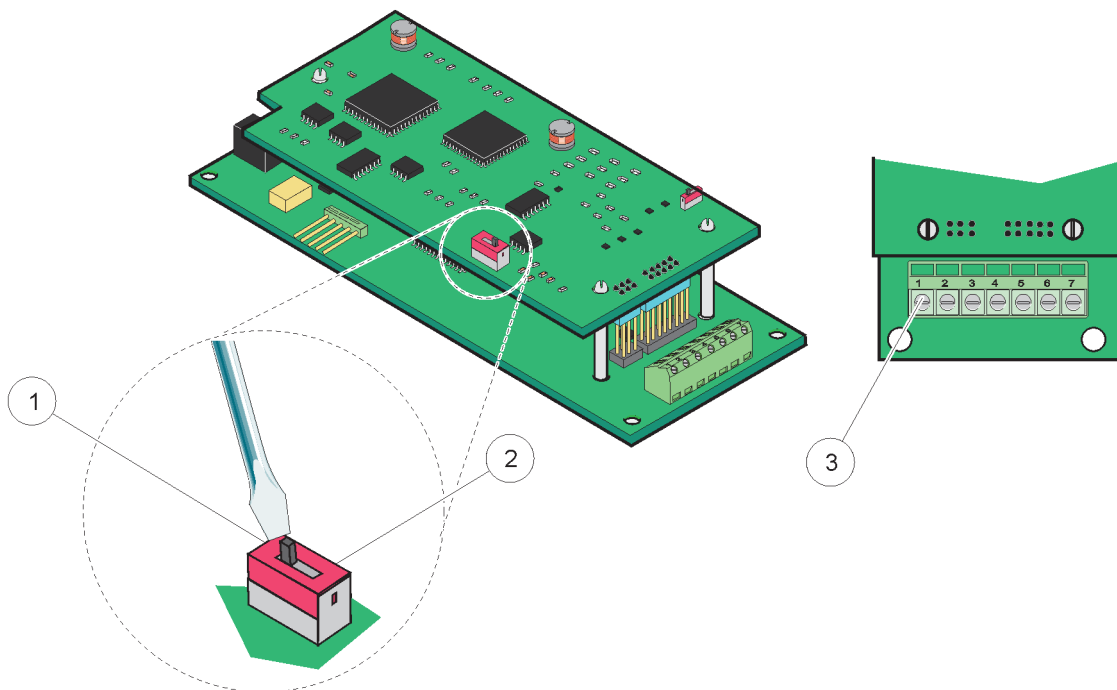
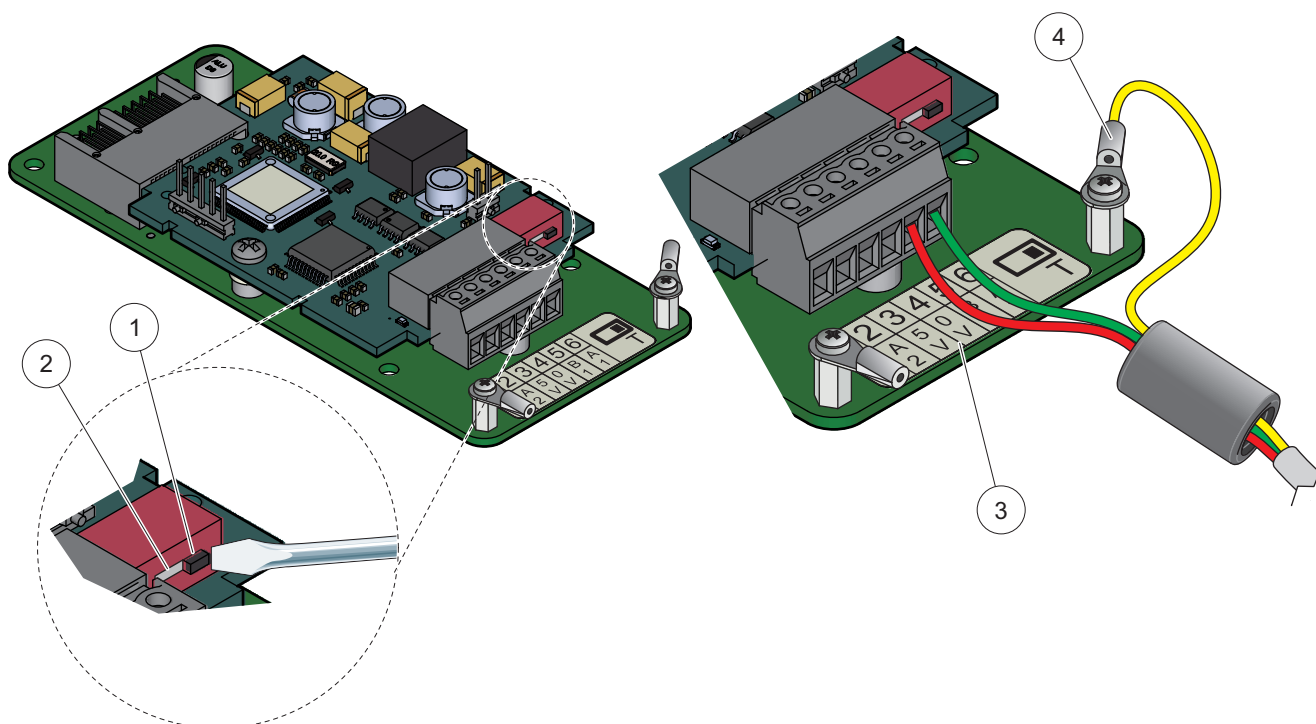

Figura 25 Conexiones de tarjeta DP Profibus (YAB020 hasta diciembre de 2013)
Figura 26 Conexiones de tarjeta DP Profibus (YAB020 hasta diciembre de 2013)
4. Pase el cable a través de la base del módulo y prepárelo en forma adecuada e inserte cada cable en la terminal de acuerdo con las Figura 25/Figura 26 y Tabla 8/Tabla 9. Asegúrese de que el blindado esté conectado a un espaciador roscado en el tablero.